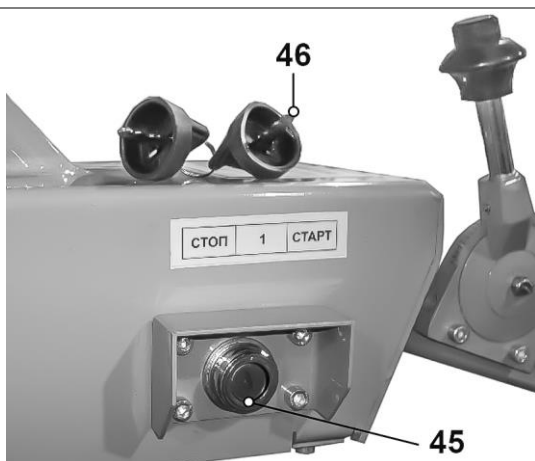
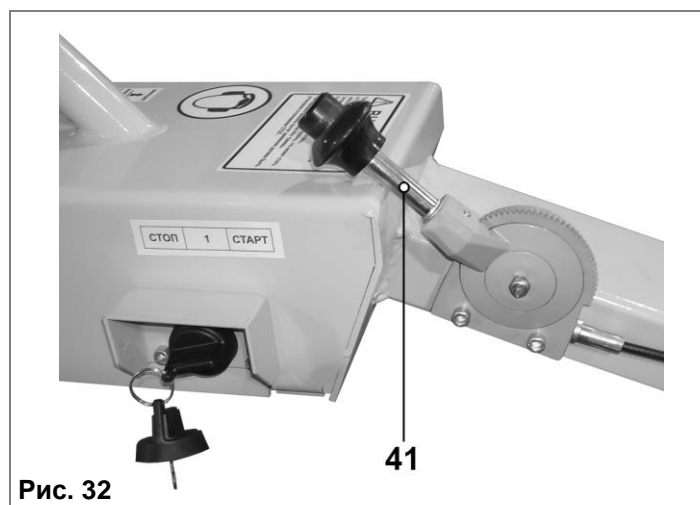
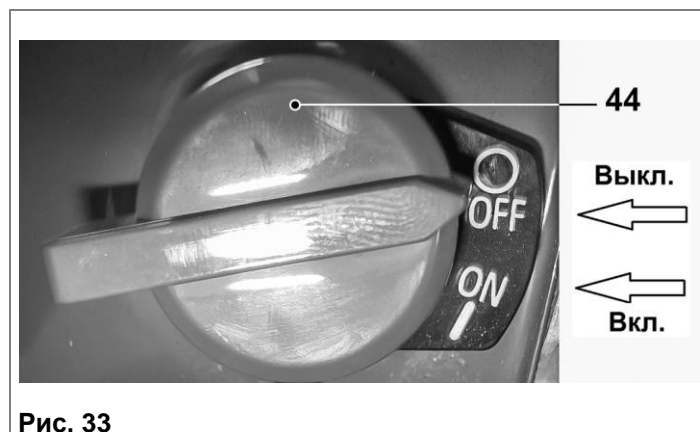

Рис. 30
Рис. 32
Рис. 33
- переведите выключатель двигателя (44) в положение «OFF» (**Выключено**) (Рис. 33).
- после остановки двигателя закройте рычаг подачи топлива (38).
12.8. Перед тем, как оставить машину, вытащите ключ зажигания (46) (Рис. 30) и положите в надежное место.
8.5.9. Вставьте ключ зажигания (46) в замок зажигания (45) (Рис. 30).
8.5.11. Для того чтобы остановить двигатель поверните ключ в положение **СТОП**, переведите рычаг привода управления оборотами (41) в положение холостого хода (Рис. 32), после чего переведите выключатель двигателя (44) в положение «OFF» (**Выключено**) (Рис. 33).